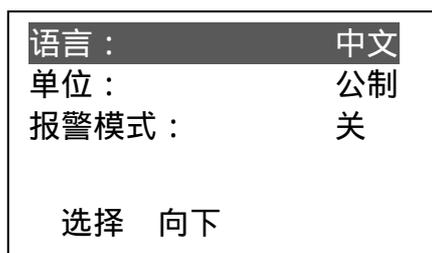

图 20
- c. 用 **←** 或 **→** 键选中**系统设置**，按 **←** 键进入（如图 20）
如果要关闭报警功能，则在图 20 的界面中选择报警模式项，按 **←** 键关闭该功能即可。当打开报警功能时，退出设置后显示屏上有 **▲** 指示。
c. 用 **←** 或 **→** 键选中系统设置，按 **←** 键进入（如图 20）。
如果要关闭差值功能，则在图 20 的界面中选择差值模式项，按 **←** 键关闭该功能即可。
- 用 **←** 或 **→** 键选中系统设置，按 **←** 键进入（如图 20）。